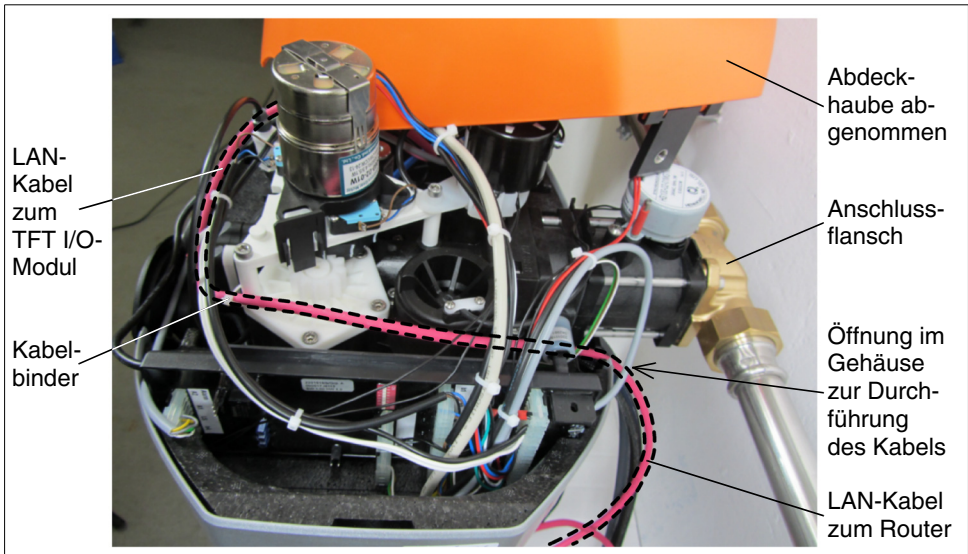

Abb. 26: Verlegung und Befestigung des LAN-Kabels
- Das LAN-Kabel durch die Öffnung am Anschlussflansch führen und mit Kabelbindern befestigen (siehe Abb. 26). Hierbei 1 m Kabellänge zum Auf- und Absetzen der Abdeckhaube vorsehen.